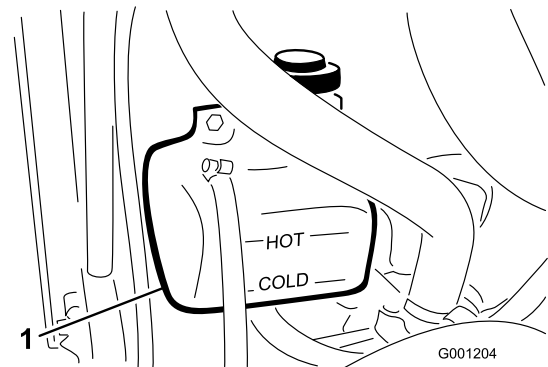

Bild 24
1. Prüfen Sie den Kühlmittelstand im Ausdehnungsgefäß (Bild 24). Er muss sich zwischen den Marken an der Seite des Gefäßes befinden.